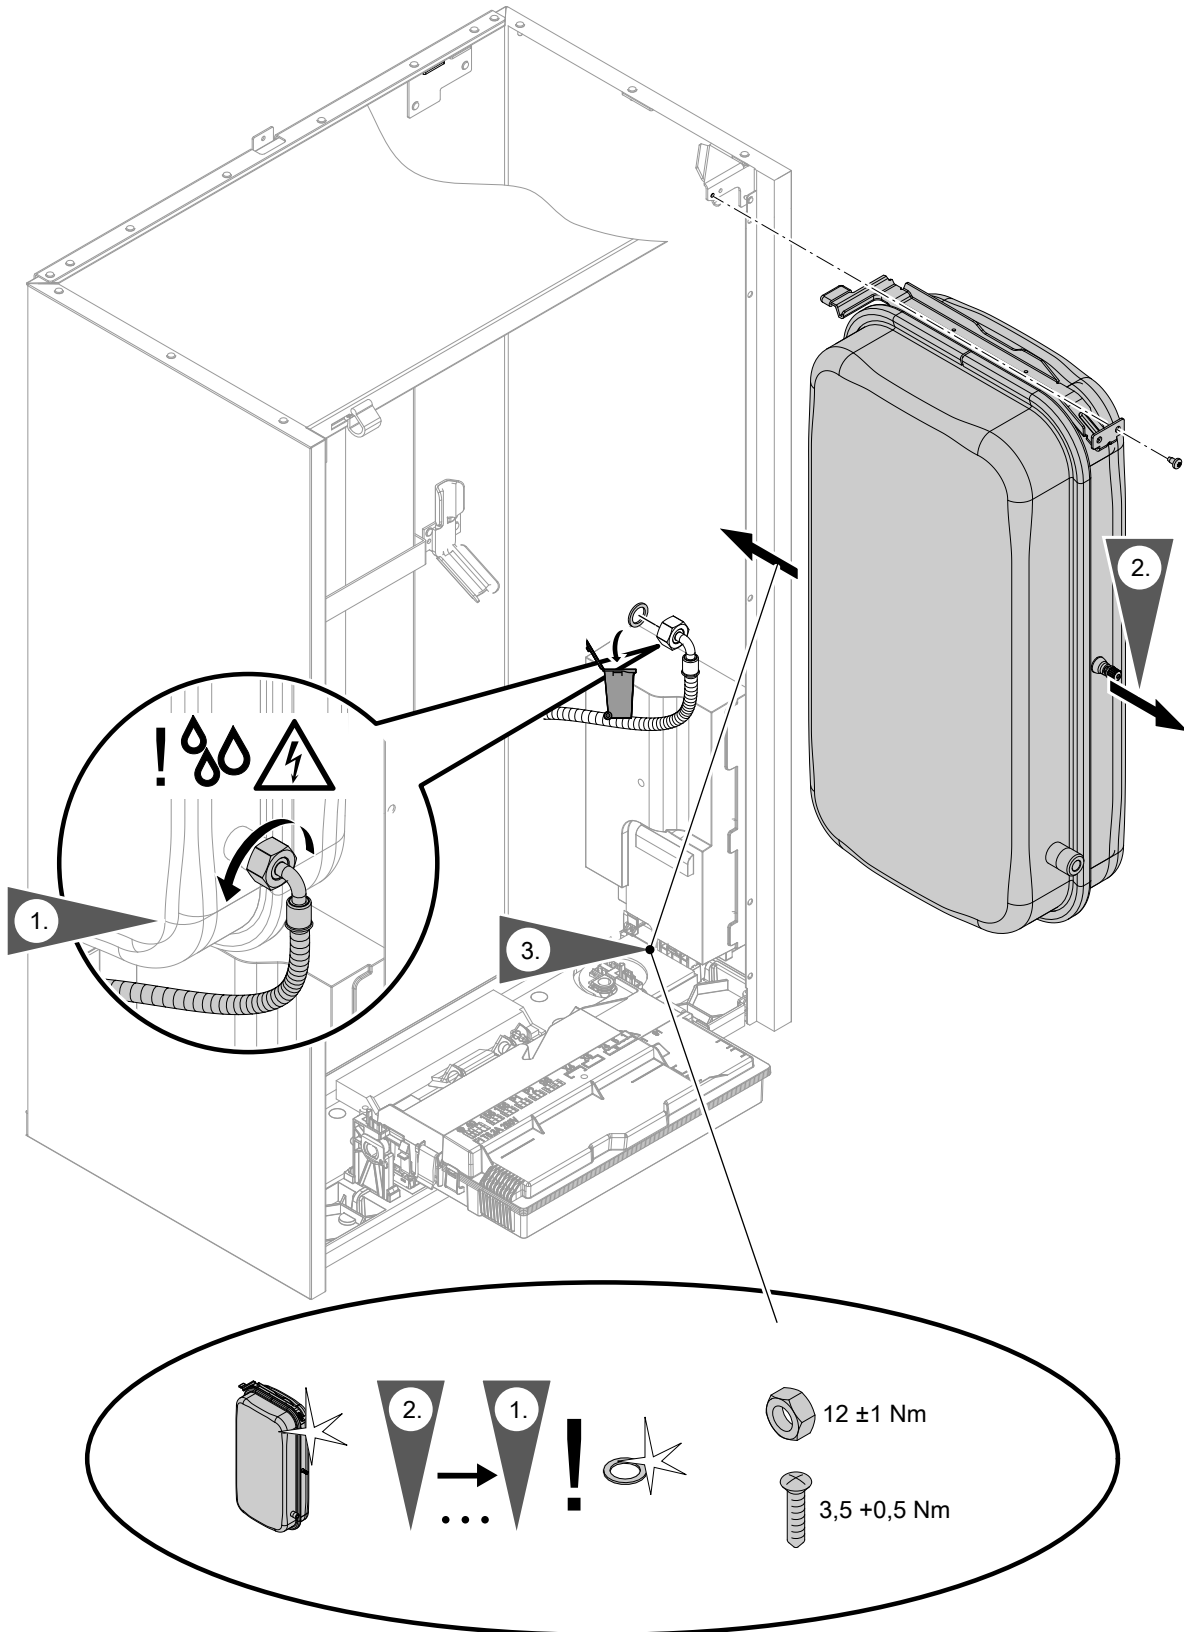
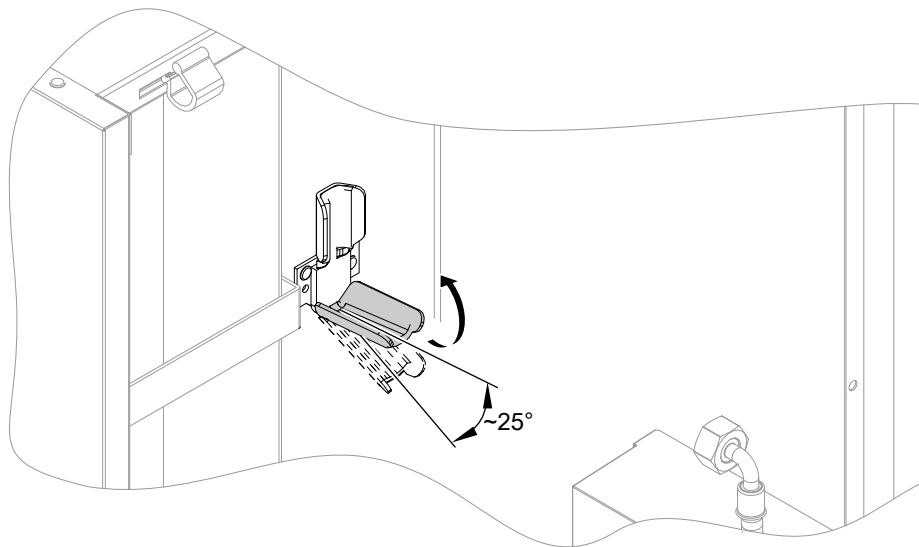

Abb. 90
Abb. 91
- Ausdehnungsgefäß: Siehe Abb. 90 und ggf. Abb. 91.